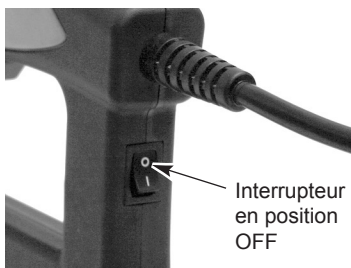

Figure 1
1. Placez l'interrupteur de l'outil en position OFF (0) (voir la Figure 1), puis débranchez l'outil.